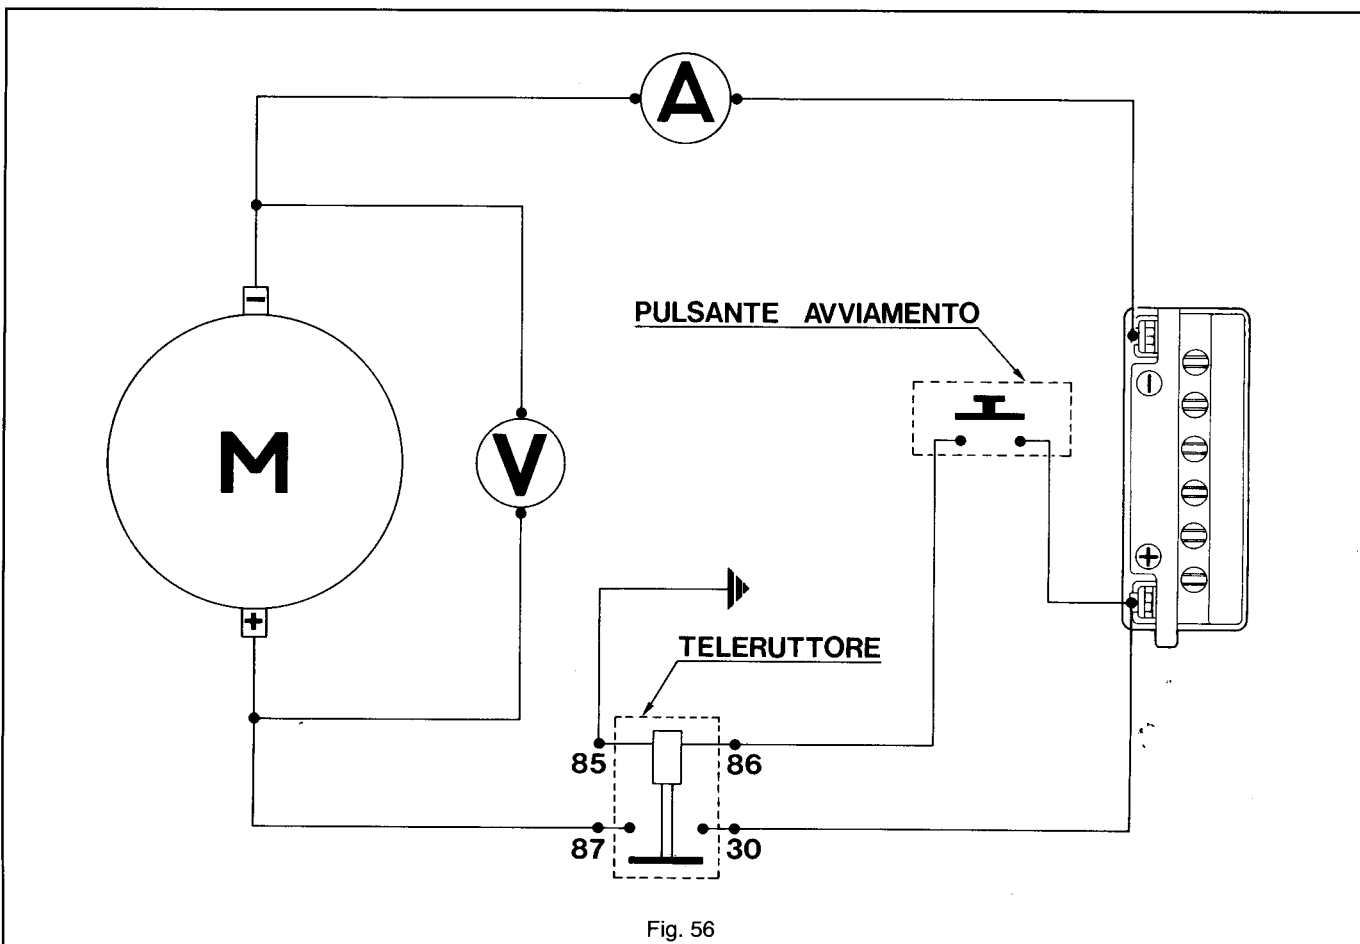

Fig. 56
**Prove da eseguire al banco in caso di revisione del motorino elettrico di avviamento (fig. 56):**